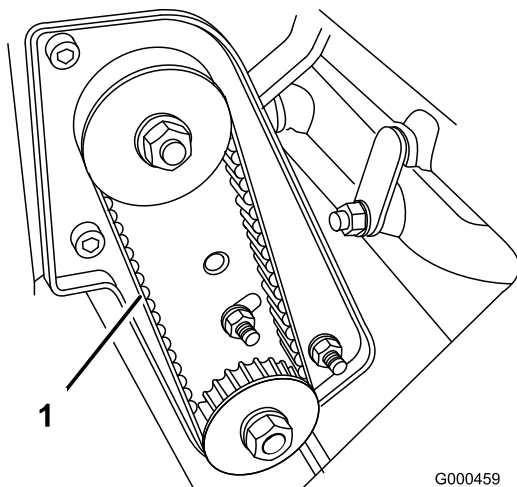

Bild 38
2. Prüfen Sie die Spannung des Riemens (Bild 38). Wenden Sie eine Kraft von $2 \pm 0,5$ kg in der Mitte der Scheiben an. Der Riemen muss sich 4,8 – 7,9 mm durchbiegen lassen. Machen Sie bei einem falschen Durchbiegungswert mit dem nächsten Schritt weiter.